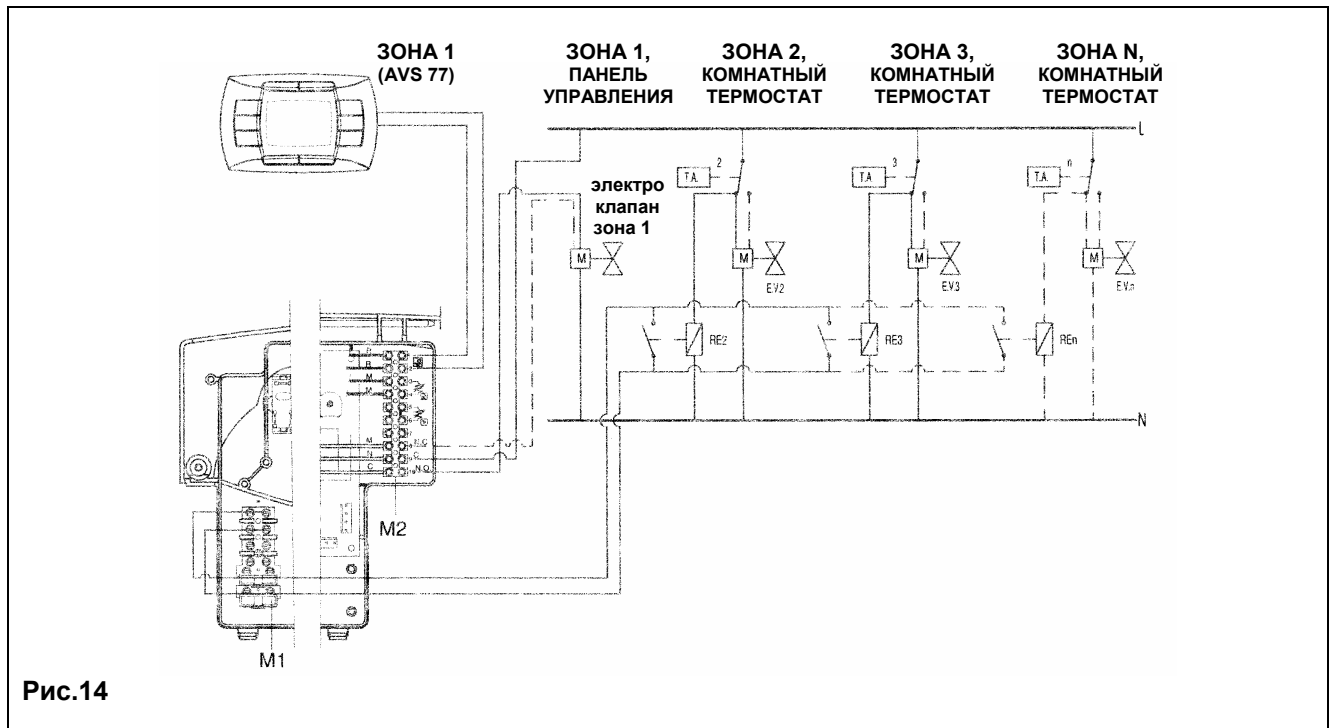

Рис.14
**Клемма 8-9-10:** электропитание для зонального клапана (рис. 14).
Схема присоединений показана на рис.14.